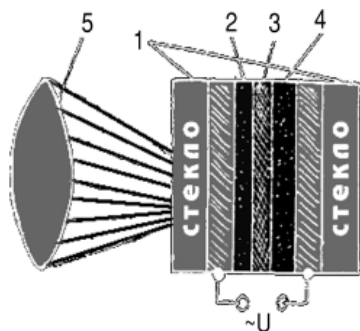

рис. 1
При проецировании ИК-изображения электропроводность облучаемых участков фотополупроводника (2) (рис. 1, где 1 - стеклянные пластины, 2 - фотопроводник, 3 - серебряный слой, 4 - электролюминофор, 5 - линза или объектив от фотоаппарата) меняется и на примыкающем электролюминоцентном слое (4) создается распределение потенциалов, соответствующее